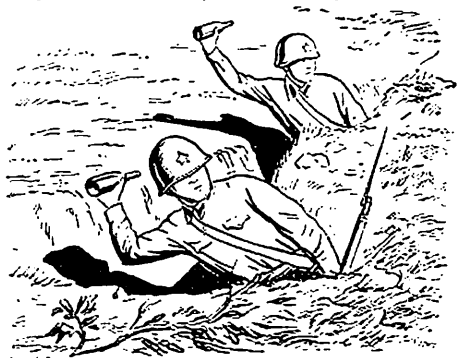

Рис. 13. Бросание зажигательных бутылок из окна.
26. Подпустив танк на расстояние 15—20 метров, старший группы подает команду: «По танку, огонь». По этой команде бойцы бросают в танк зажигательные бутылки (рис. 13 и 14), а когда танк загорится и окутается дымом, под его гусеницы бросают связки гранат. Старший (пулеметчик) следит за действиями экипажа горящего танка и вместе с другими бойцами уничтожает экипаж или забирает его в плен.